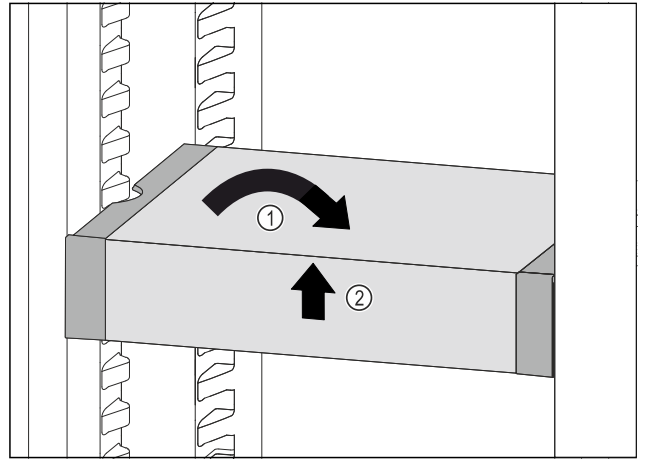

Fig. 55
- ▶ Plasser VarioSafe rett. Fig. 55 (1)
- ▶ Løft VarioSafe opp i forkant. Fig. 55 (2)